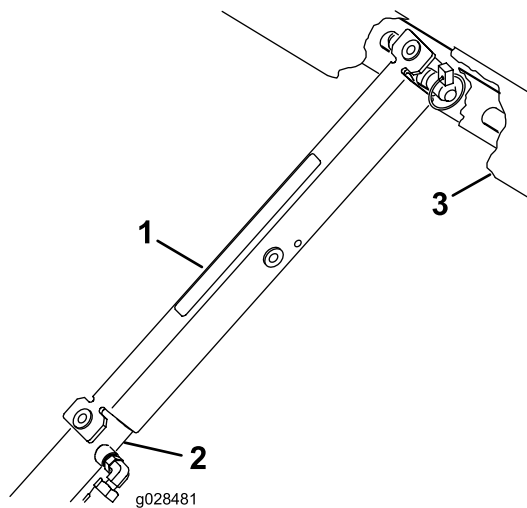

Figura 7
3. Introduza o suporte da plataforma na haste do cilindro, assegurando que as linguetas encostam à extremidade do cilindro e à extremidade da haste do cilindro (Figura 7).